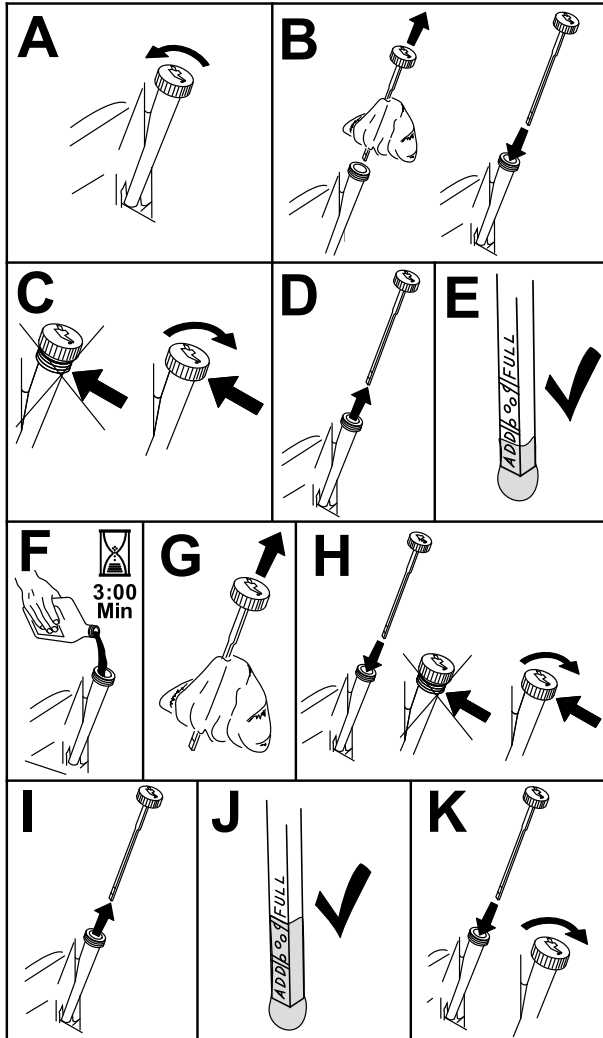

Bild 39
- Reinigen Sie den Bereich um den Öfüllstutzendeckel bzw. den Peilstab vor dem Abnehmen, damit kein Schmutz oder Schnittgut usw. in den Motor gelangt (Bild 39).